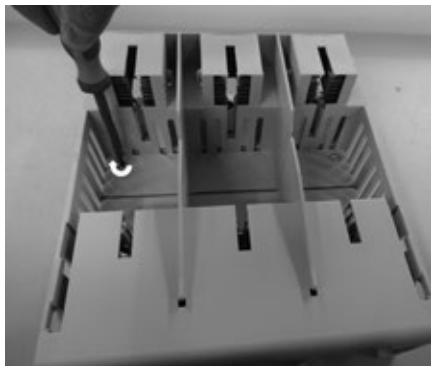
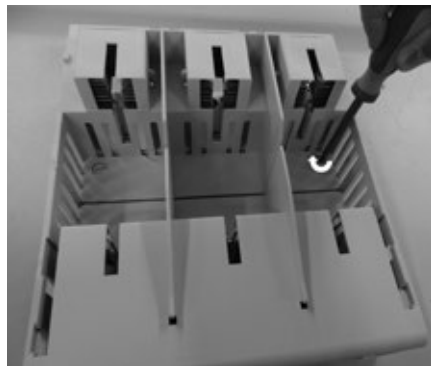

Figura 5
Figura 6
- Inserte la tapa en la base de la seccionadora y muévala a lo largo de la base de la seccionadora, cerrándola con firmeza (4).
- Gire el tornillo 90 grados en la protección de terminales seleccionada (Figura 5 y Figura 6).